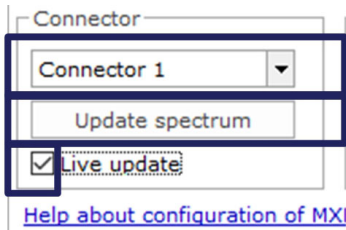

Abb. 5.9 Aktualisieren des Spektrums
► Ändern Sie den ausgewählten Anschluss im Kasten **Connector** (Anschluss) (Abb. 5.9).
- Zum Aktualisieren des optischen Spektrums klicken Sie auf die Schaltfläche „**Update spectrum**“ (Spektrum aktualisieren) (Abb. 5.9).
- Für eine kontinuierliche Aktualisierung aktivieren Sie das Kontrollkästchen **Live update** (Live-Aktualisierung) (Abb. 5.9).